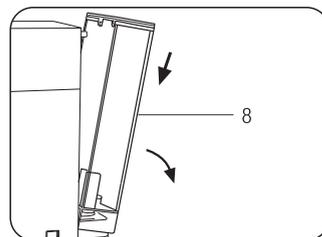

Fig.1
- Para extraer el depósito (8) presione hacia abajo y gírelo al mismo tiempo hacia el exterior (**Fig.1**)